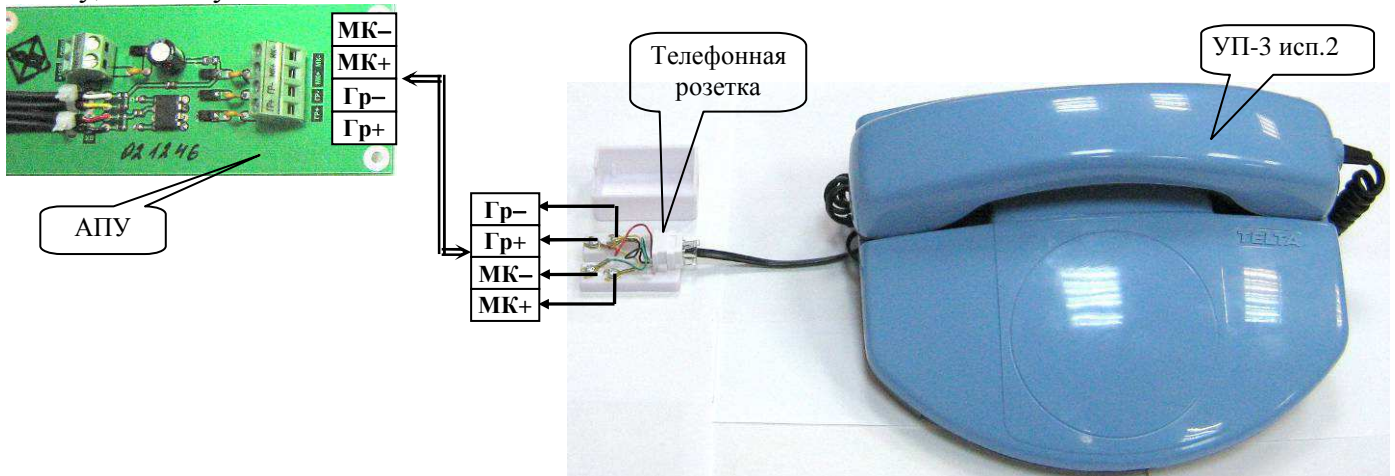

Рисунок 11.8 Подключение УП-3 исп.2
11.8.3 УП-3 исп.2 предназначено только для работы на пульте управления как телефонная трубка оператора (рис.11.8) и устанавливается на столе.
Снимите крышку с корпуса телефонной розетки и присоедините кабель (типа «витая пара» КВП-5е-2х2х0,52) как указано на рис.11.8.